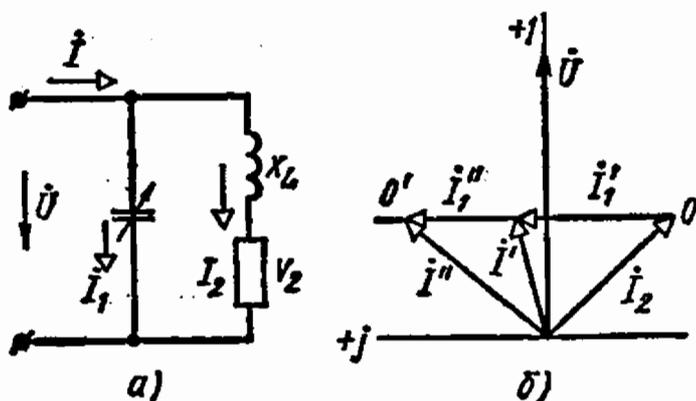

Рис. 4.26
4.26. Построить годограф общего тока I цепи рис. 4.26, а, если $U = 220 \text{ В}$, $r_2 = x_2 = 10 \text{ Ом}$.
Ответ. Векторная диаграмма приведена на рис. 4.26, б. Годографом общего тока I и тока I_1 является прямая OO' .